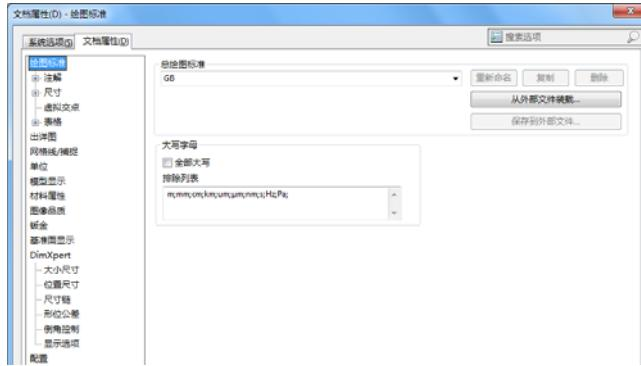
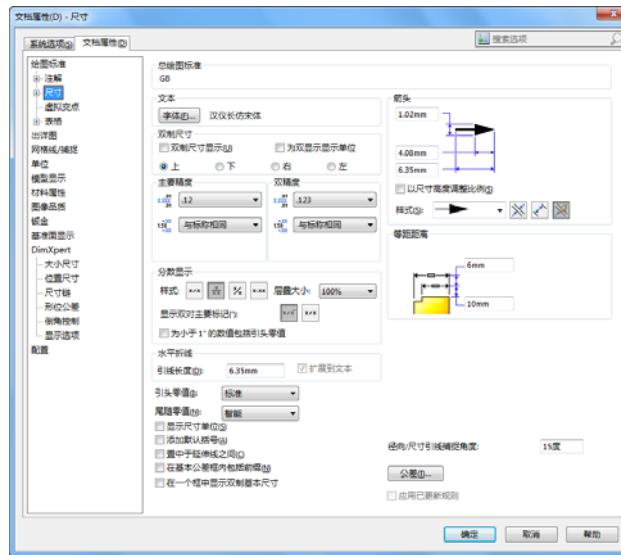
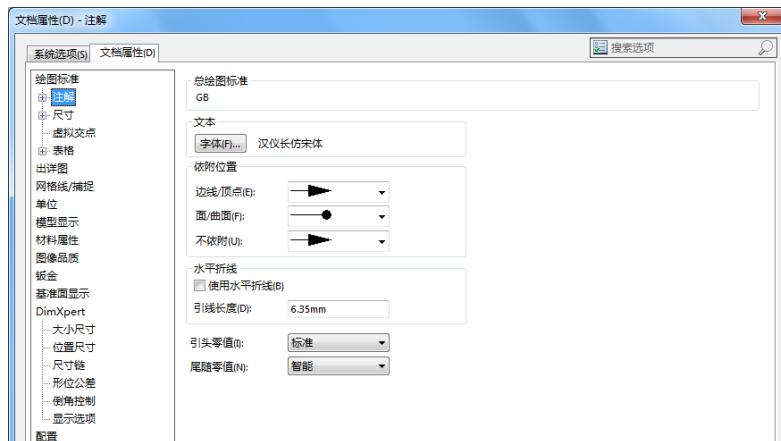
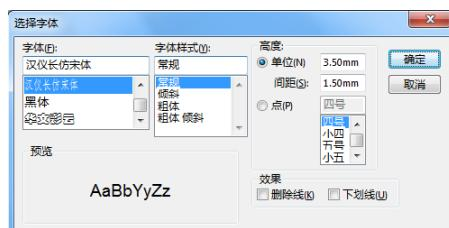

图 2-73 “文档属性”对话框
图 2-74 “文档属性-尺寸”对话框
图 2-76 “文档属性-注解”对话框
图 2-77 “选择字体”对话框
在菜单栏中选择“工具”→“选项”命令，此时系统弹出“文档属性”对话框，在其中选择“系统选项”选项卡，如图 2-73 所示。
1. 设置“尺寸”选项卡中的各选项。选择图 2-73 中的“尺寸”选项，此时弹出如图 2-74 所示的“文档属性-尺寸”对话框。在对话框中，可以设置“文本”“箭头”“尺寸精度”等。
2. 设置“注解”选项卡中的各选项。选择图 2-73 中的“注解”选项，弹出如图 2-76 所示的“文档属性-注解”对话框。在其中的“文本”一栏中，单击“字体”选项，系统弹出如图 2-77 所示的“选择字体”对话框，在其中设置尺寸字体的标注样式。